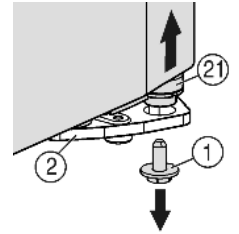

Fig. 4
- ▶ Unten rechts am Lagerbock die Sicherungsschraube Fig. 4 (1) herausdrehen.
- ▶ Der Lagerbolzen Fig. 4 (21) löst sich aus dem Lagerbock Fig. 4 (2).
- ▶ Falls sich der Lagerbolzen Fig. 4 (21) nicht löst, den Bolzen von unten herausdrücken.
- ▶ Sicherungsschraube Fig. 4 (1) unten in den Lagerbolzen eindrehen und festziehen (mit 4 Nm).